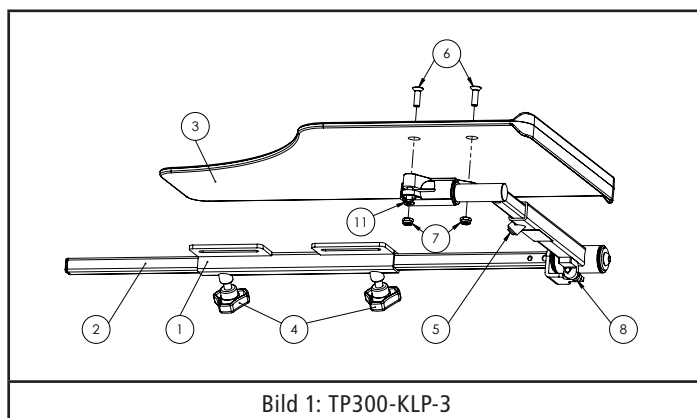

Bild 1: TP300-KLP-3
1. il supporto (1) viene rimosso dall'asta (2) e fissato alla sedia a rotelle sotto al bracciolo sinistro con l'apposito collegamento a vite. Solo per TP600-KLP-3: rimuovere il film protettivo del piano di lavoro (3).
2. il piano (3) viene avvitato con l'aiuto di viti M6 (6) e dadi (7) sull'adattatore di collegamento (2).
3. L'asta (2) viene spostata nel supporto (1).
4. Allentare la vite di bloccaggio del braccio girevole (5) e regolare la lunghezza del braccio: TP300-KLP3: il piano del tavolo deve poggiare saldamente sul bracciolo della carrozzina. TP600-KLP3, TP620-POL-KLP-3: il piano del tavolo deve essere posizionato al centro di entrambi i braccioli della carrozzina. Serrare nuovamente la vite di bloccaggio (5).
5. Portare il tavolo nella posizione corretta spostando l'asta (2) nel supporto (1) e assicurarlo serrando le maniglie a stella (4).
6. Sul tavolo terapeutico TP300-KLP-3 (fig. 1) va poi regolata la vite di arresto (8), in modo che il piano formi una superficie orizzontale.